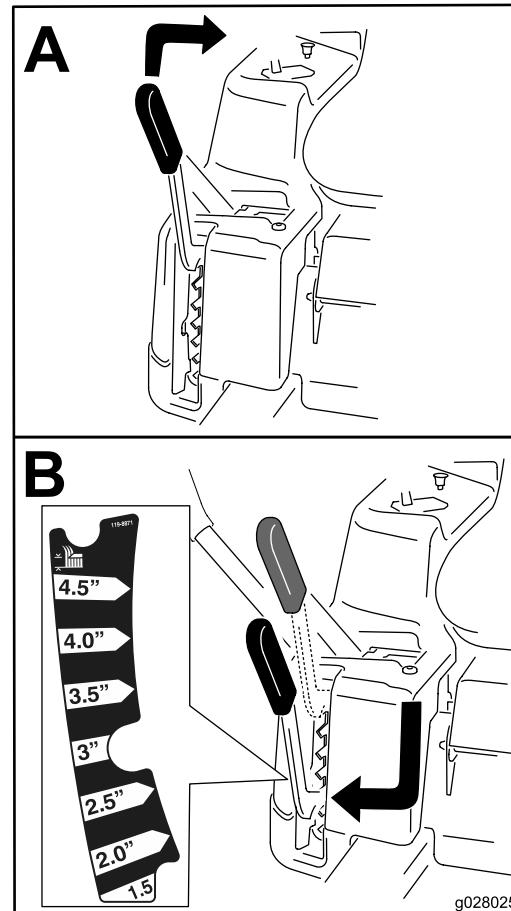

Figure 27
**Remarque:** La position de transport est la position de hauteur de coupe la plus élevée (115 mm [4½ po]), comme montré à la Figure 27.
La hauteur de coupe est réglée par le levier situé à droite de la position d'utilisation (Figure 27).